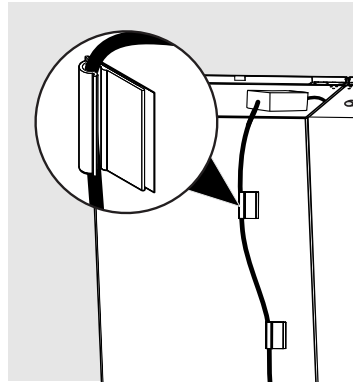

Fig. 13
13. Utilice los ganchos provistos para sostener los cables de alimentación en la parte posterior de las unidades de modo que todos los cables queden alejados del piso (Fig. 13).